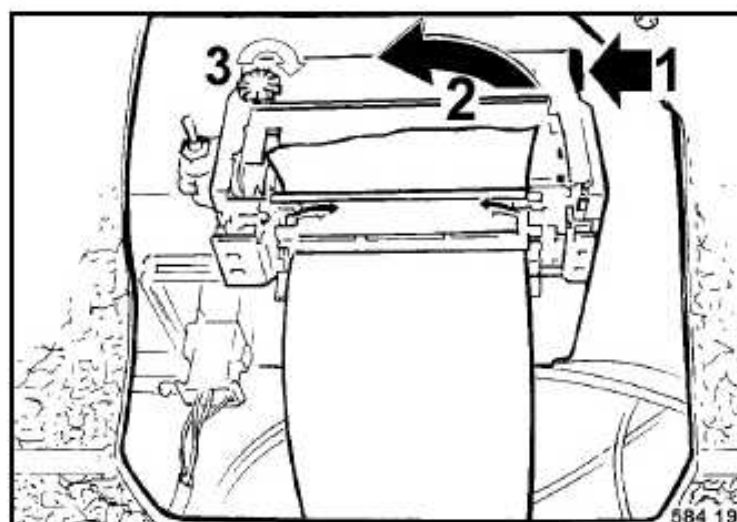

Fig. 92
- Alzar la eclisa en punto 1 (Fig. 92) y sacar la cinta entintada (2) del mecanismo de impresión.